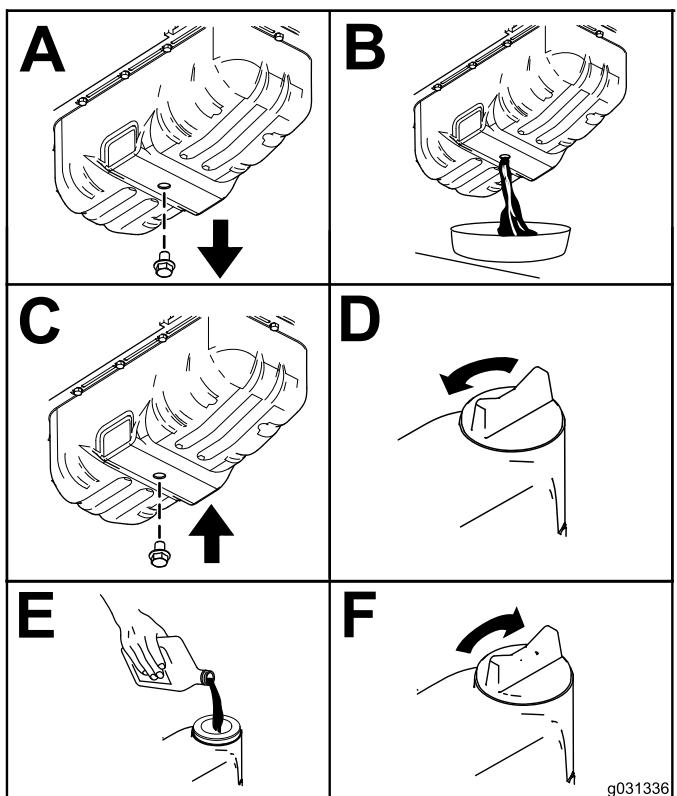

Bild 83
3. Wechseln Sie das Motoröl wie in Bild 83 gezeigt.